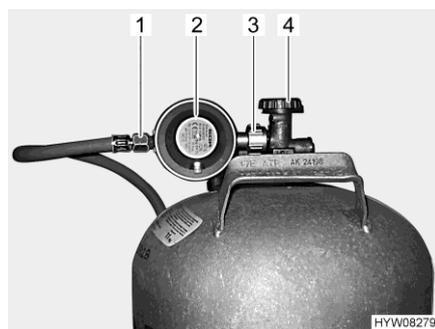

Fig. 97 Raccord bouteille de gaz
- Fermer le robinet principal (Fig. 97,4) de la bouteille de gaz. Observer le sens de la flèche.
- Maintenir le régulateur de pression du gaz (Fig. 97,2) et ouvrir la vis moletée (Fig. 97,3) (en général filetage à gauche).
- Retirer le régulateur de pression du gaz avec la lyre (Fig. 97,1) de la bouteille de gaz.
- Placer le régulateur de pression du gaz (Fig. 97,2) avec la lyre (Fig. 97,1) sur la bouteille de gaz et serrer la vis moletée (Fig. 97,3) (en général filetage à gauche). **Ne pas** serrer trop fort.